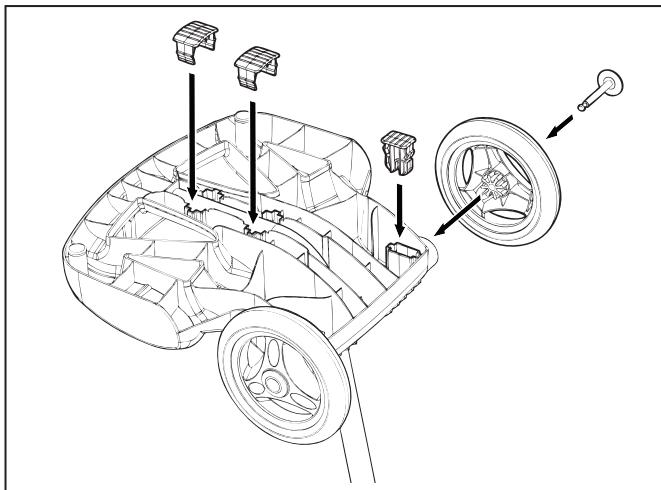

Figure 5. Enclenchement des blocs de soutien et fixation des roues
5. Enclenchez deux (2) blocs de soutien (Figure 5).
6. Glissez l'essieu et l'enjoliveur dans le centre de la roue et fixez à l'unité de base. Enclenchez l'attache de blocage pour fixer la roue. Répétez pour fixer les deux roues (Figure 5).